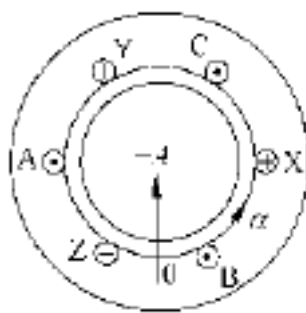

图 6.7
6.8 三相交流电机电枢绕组示意图见图 6.7, 三相电流为 $i_a = 10\sin t\text{A}$, $i_b = 10\sin(t - 120^\circ)\text{A}$, $i_c = 10\sin(t + 120^\circ)\text{A}$ 。求